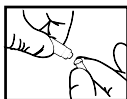
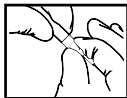
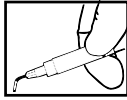

Fig. 1
Fig. 2
Fig. 3
2. **Voorbereiding Applicatiesysteem:** Verwijder het doorzichtige dopje van de etsgelspuit (fig.1) en bewaar. Draai het blauwe disposabel tipje stevig op de spuit vast (fig.2). Houd de tip weg van patient en dental staff en druk een kleine hoeveelheid etsgel op een mengblad om zeker te zijn dat het materiaal soepel uit het spuitje komt. Als het verstopt zit, verwijder dan het tipje en spuit rechtstreeks wat op het mengblaadje. Verwijder zichtbare propfen van de spuitopening. Herplaats het tipje en probeer opnieuw. Is het nog verstopt plaats dan een nieuwe tip. Buig het naaldje van de tip in de gewenste vorm. Breng de buiging in het midden aan (fig.3). Buig de tip niet bij het plastic.